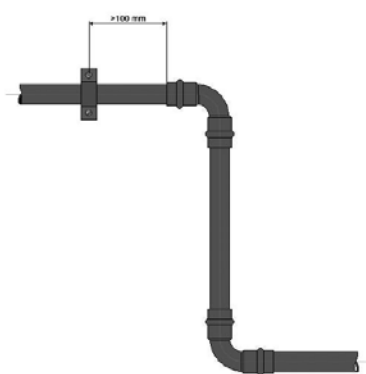

Figure 7.4
1. Ne jamais positionner des colliers qui constituent un point fixe près d'un raccord. (fig. 7.4)